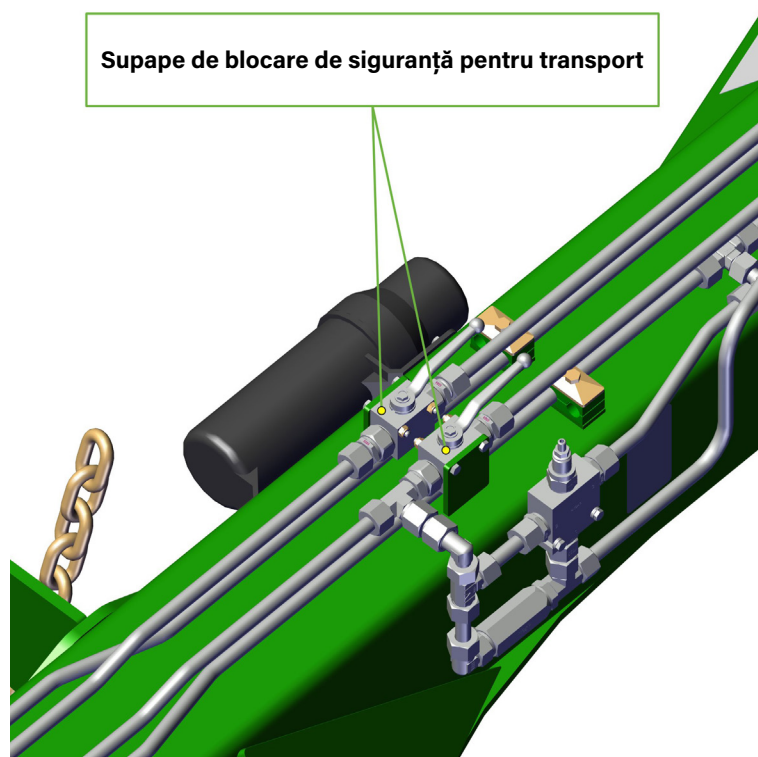

Fig 12.
3. Supape de blocare de siguranță pentru transport. (Fig 12)